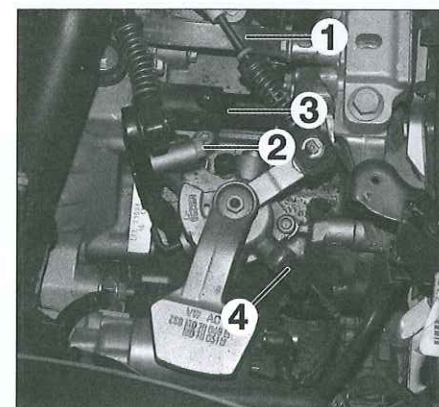

Fig. 3
- Desmontar el soporte (1) (Fig.3).
- Apoyar sobre la muesca (2) hasta el tope y retirar la palanca de reenvío.
- el cilindro receptor de embrague (3) y apartarlo hacia un lado,